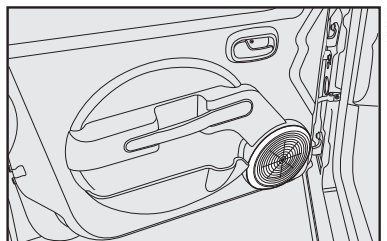

fig. 99
- dos altoparlantes full-range delanteros de 6" con 20 W RMS de potencia **fig. 99.**